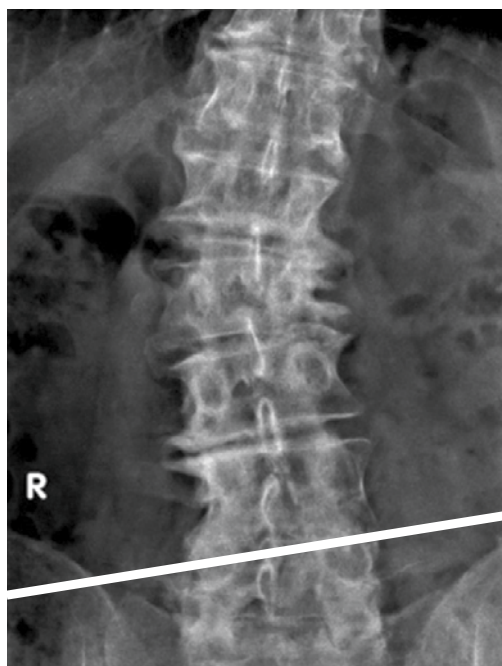

Figura 3
- A localização da crista ilíaca e das costelas inferiores em relação ao espaço discal (**Figura 3**)